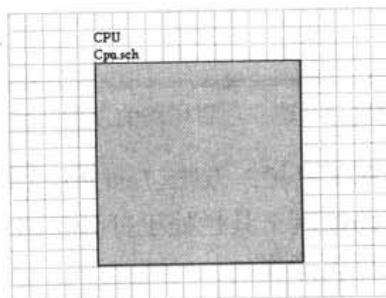

图 6-10 放置后的 CPU 方块电路图
- (6) 确定方块电路图位置和大小：设置好属性后，系统仍然处于浮动方块电路图状态，移动鼠标到中间位置，单击鼠标左键或按下 Enter 键，确定方块电路图的左上角位置；十字光标转换到方块图的右下角，再移动鼠标到合适大小，单击鼠标左键或按下 Enter 键，确定方块图的右下角，如图 6-10 所示，它表示了子电路图 Cpu.sch。